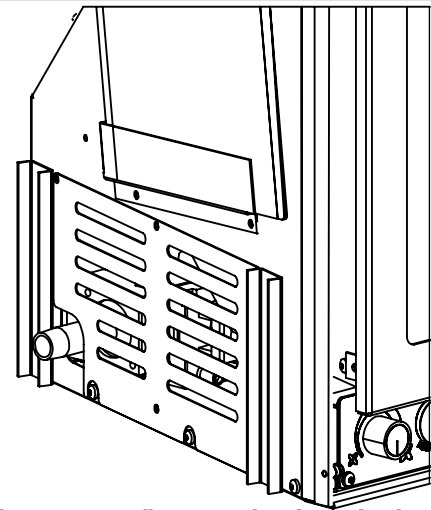

Figure 33:  $\frac{3}{8}$ " NPT Male Pipe Nipple with Cover Attached.
- Un  $\frac{3}{8}$ " NPT tuyau mâle (fourni avec l'appareil) devront être mis dans la valve à l'arrière côté inférieur gauche de cette cheminée (voir les figures 33 et 34). Consulter les autorités locales pour les codes locaux ou de l'utilisation de la CAN / CGA B149 (1 ou 2) Code d'installation au Canada. Aux États-Unis, les installations de gaz suivre les codes locaux ou de l'édition actuelle du National Fuel Gas Code ANSI Z223.1.